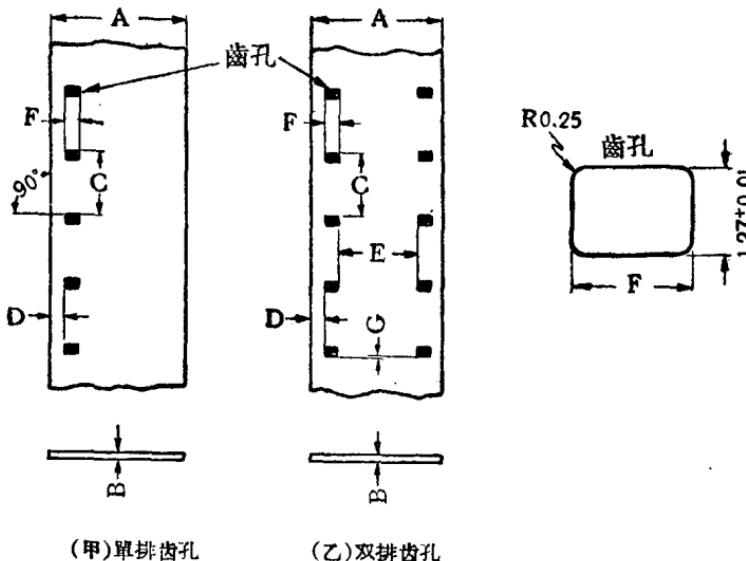
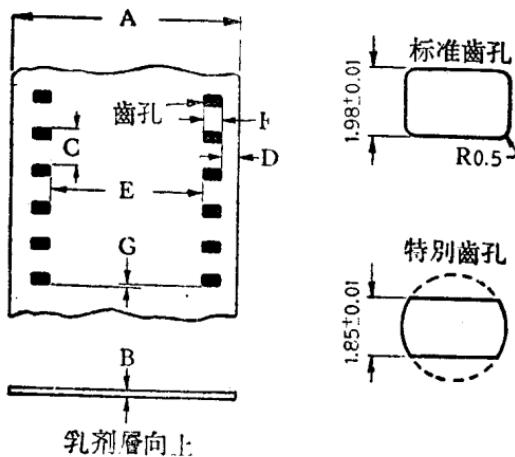

图 1-1 16 毫米影片标准式样
图 1-2 35 毫米影片标准式样
2. 藝片的尺寸——影片在放映機中能够作正常通行，就必須要影片的尺寸和放映機輸片機構的各个配件的尺寸获得一致，才有可能。所以国际上，16 毫米和 35 毫米的影片尺寸都有公認的标准。图 1-1 是 16 毫米影片的标准式样，附表是尺寸。图 1-2 是 35 毫米影片的标准式样，附表是标准尺寸。